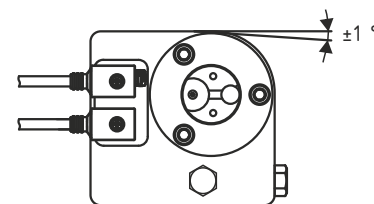

Рис.1. Ориентация датчика для контроля нижнего уровня
- Ориентация датчика для контроля нижнего уровня представлена на рис.1.